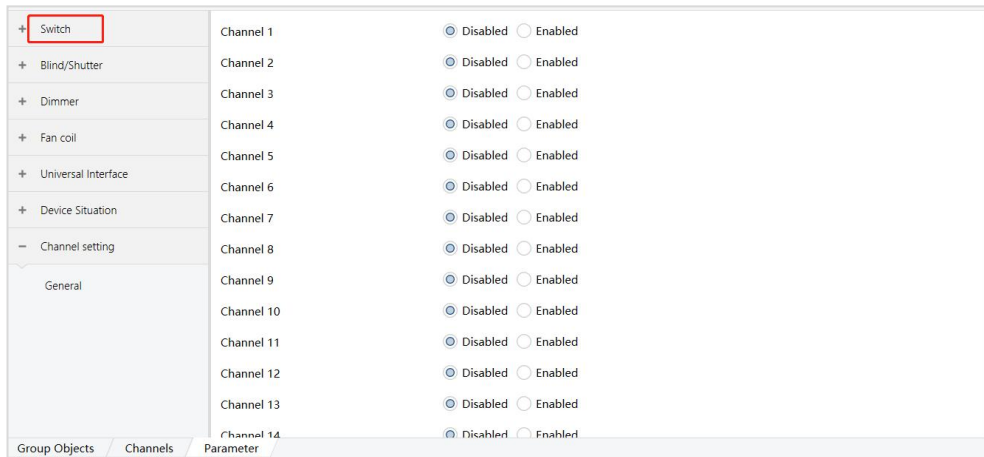

图 6.1.1
1) “Switch” 参数界面表示开关执行器功能块，有 Channel 1~Channel 24 共 24 路开关控制，可选项：“Disabled”（不启用）、“Enabled”（启用），如图 6.1.1 所示。